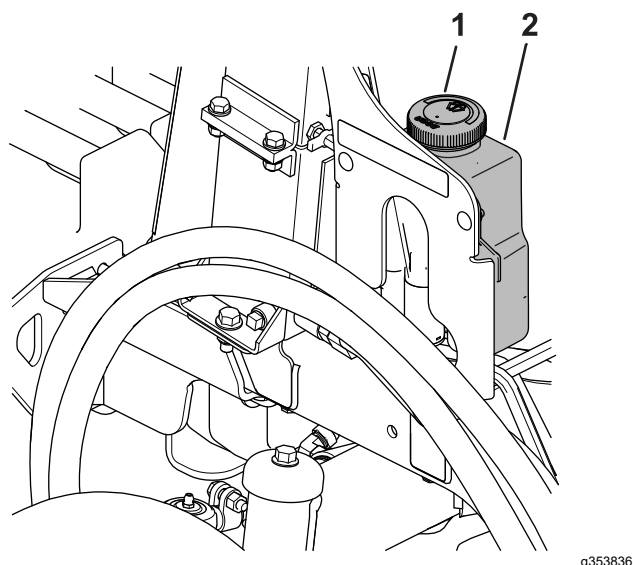

Figure 85
1. Enlevez le bouchon (Figure 85) du réservoir.